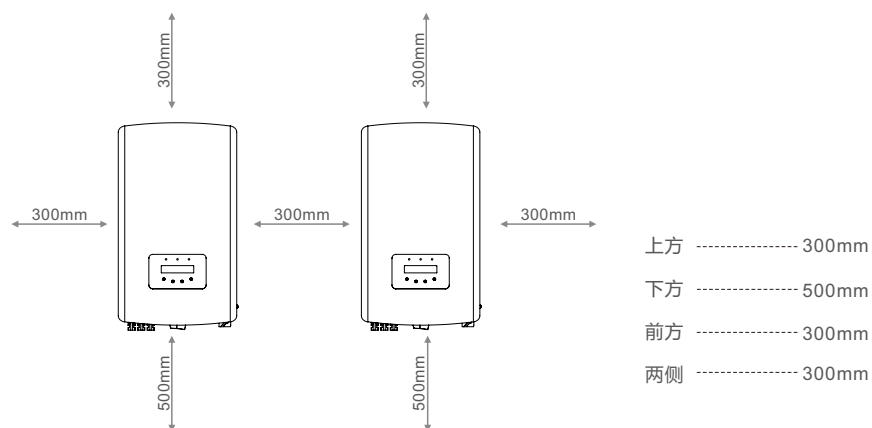

图4.2 逆变器的安装间隙
1. 按照图4.2, 选择背挂板的安装高度并标记安装孔。若是砖墙, 孔位必须适合膨胀螺丝 (ST6.3\*60 十字槽六角头自攻螺钉, HJ0108 10\*50mm鱼型膨胀管)。使用10mm钻头, 钻60mm深度的安装孔。